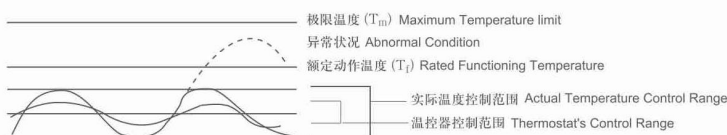

图 1 Fig.1
- 应用产品必须经过测试以确定当出现任何异常状况时都不会使温度保险丝周围温度超过极限温度（Tm），这种状况可能出现在一种称为“余热过冲”的状况下。例如：一个热风机在进风口或出风口堵塞时引起温度升高到 Tf，这时温度保险丝断开电路，但是，一个不正确的设计可能会引起装置提前开路 and 过度的余热过冲可能会损伤保险丝，应用产品须经测试以确定在正常的温度波动状态（如温控器的动作与复位引起的加热器温度波动）下，温度保险丝周围温度在温控器的通断循环中不会达到 Tm。（见图 1）